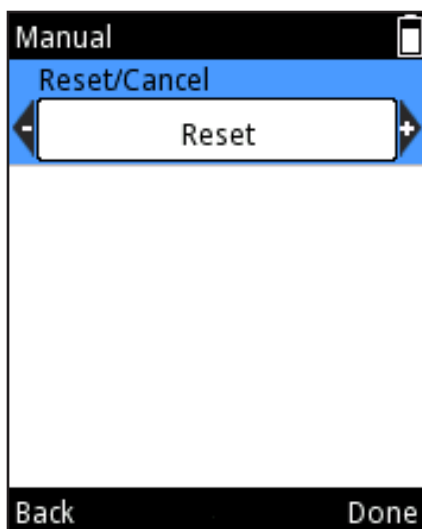

図 D35
8. オプション:ディスプレイ上の容量値は、 (リセット/キャンセル) を押して、いつでも0にリセットすることができます。Reset/Cancel(リセット/キャンセル)の選択ウィンドウが表示されます(図 D35)。Reset(リセット)を 、 を使って選択し、 (Done(完了))を押します。ディスプレイ上の容量は0です。チップからの液体の分注は、マイナス値で表示されます。